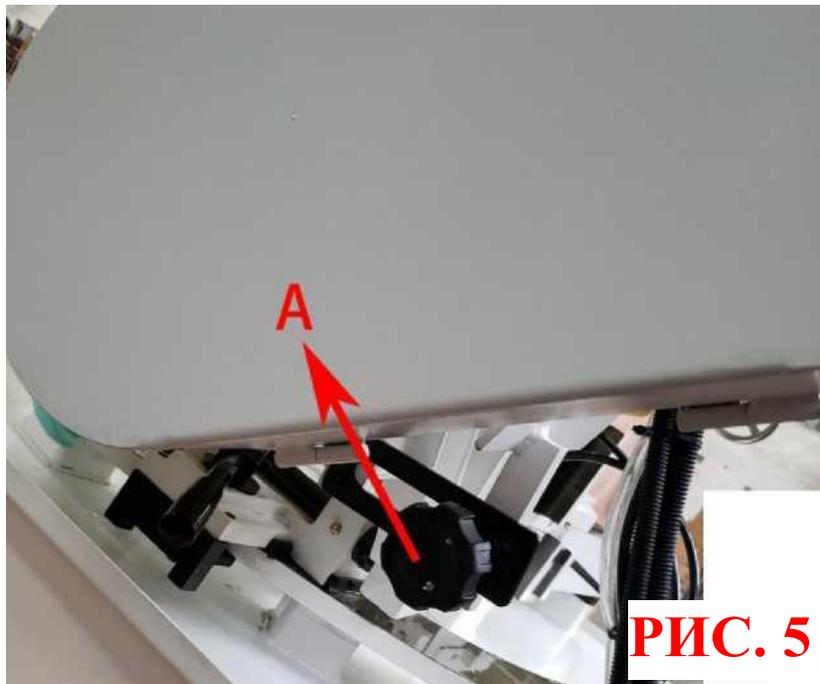

РИС. 5
3. Ослабьте натяжение ремня, для этого поверните маховичок натяжения (А) Рис. 5 против часовой стрелки и поднимите двигатель и выдвиньте вперед.